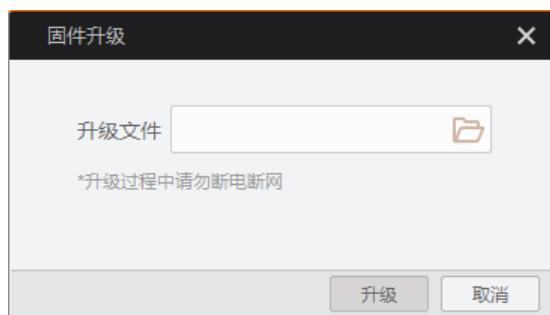

图10-6 固件升级
4. 单击**选择**选择和待升级设备型号一致的固件包（dav 文件），如图 10-6 所示。